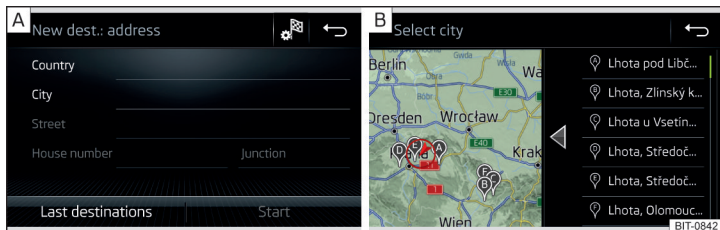

Fig. 218 Saisie de la destination au moyen de l'adresse : Menu principal / Liste des lieux recherchés
- Saisissez et confirmez l'adresse de destination » fig. 218 - **A**.
En fonction du nombre de lieux recherchés, il est possible d'afficher automatiquement une carte avec une liste des destinations recherchées » fig. 218 - **B**.